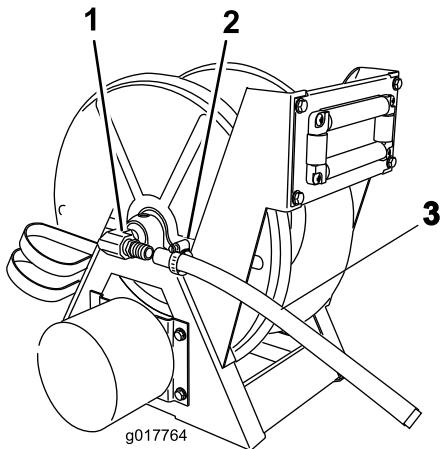

Figura 16
- Collocate una fascetta stringitubo sull'estremità del flessibile e collegate l'estremità del flessibile al raccordo ad angolo retto sul gruppo avvolgitubo (Figura 16).